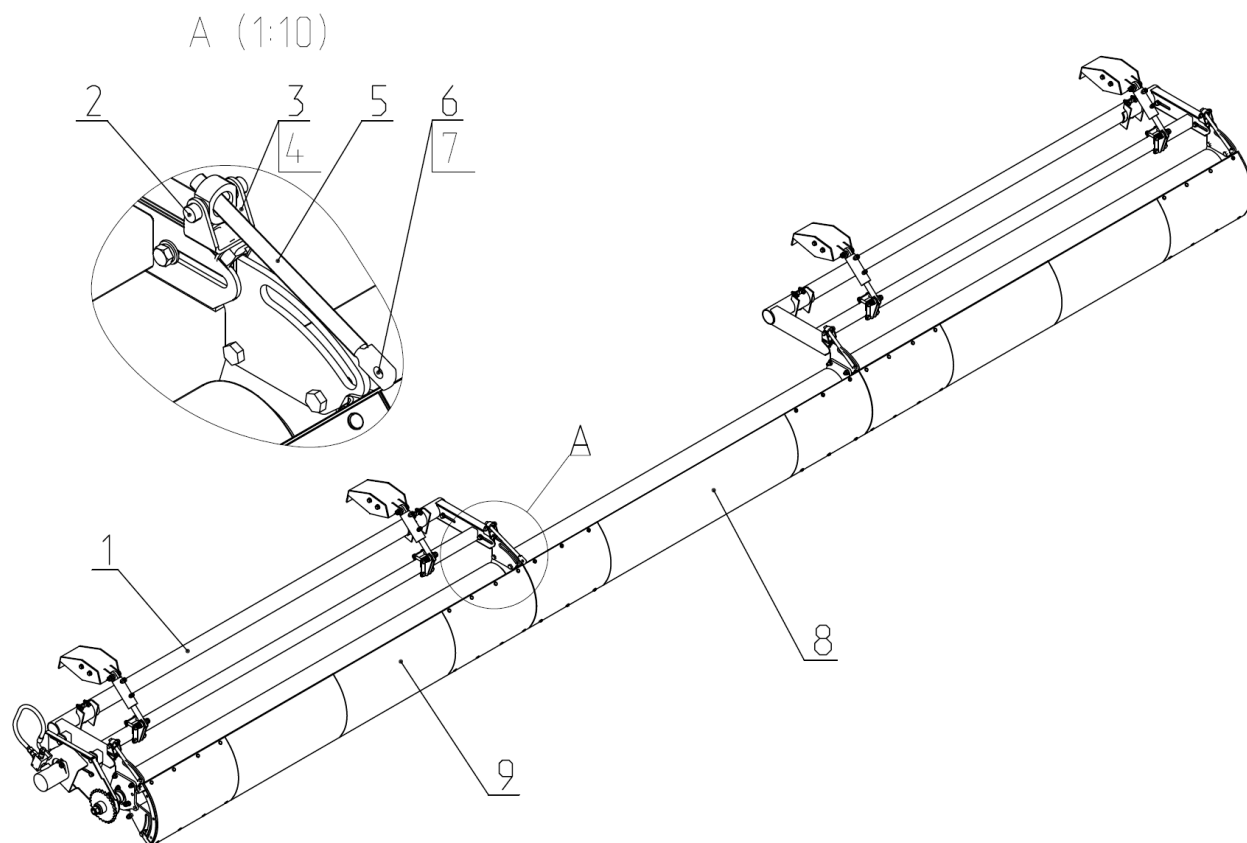
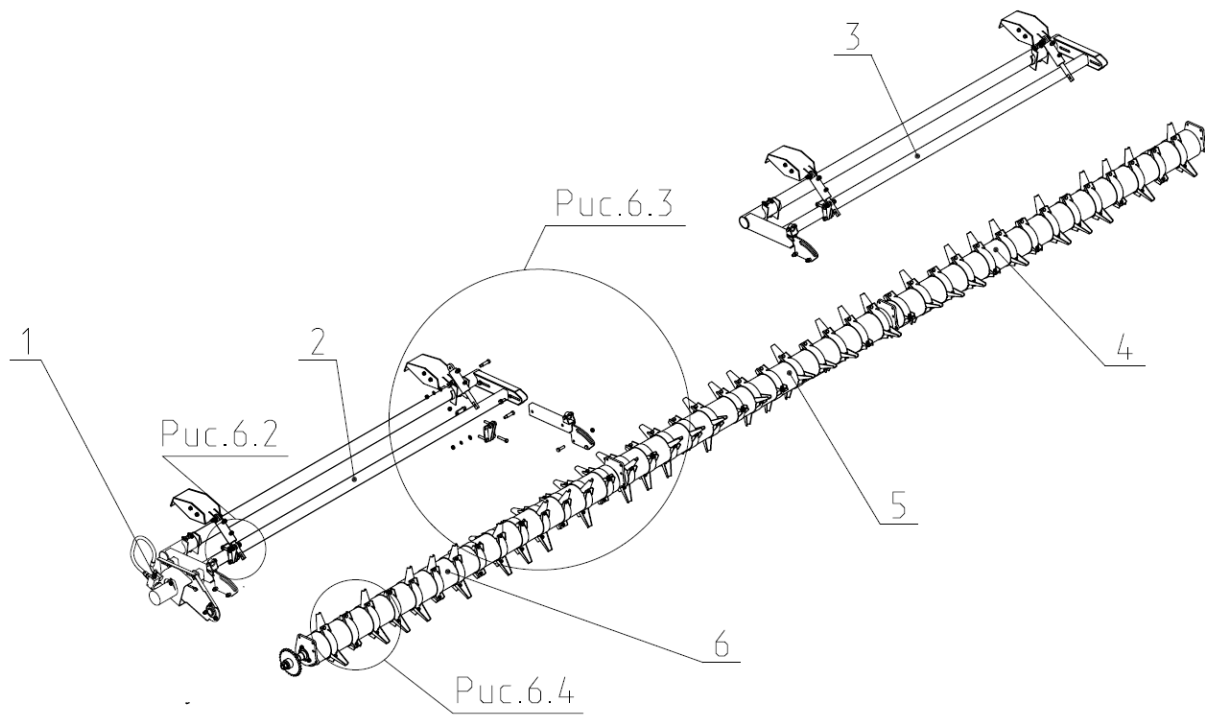

Рис.6 ЖНС 03.000А Рамка в сборе.
Рис. 6.1 ЖНС 03.010 Рамка.
Рамка предназначена для установки на ней направляющих щитков 8, 9 (рис.6), мотовила 4,5,6 (рис.6.1), гидромотора 1.
Регулировка щитков по высоте выполняется винтом 5 (рис.6).
2.2.12 Гидромотор 1 (рис.6.1) предназначен для передачи крутящего момента на мотовило через цепную передачу. Гидромотор приводится в действие через гидросистемы жатки подключенной к гидрооборудования комбайна.